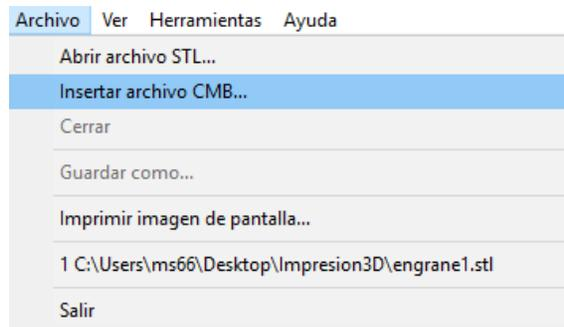

Figura 2.24 Insertar archivo *.cmb
- En la barra de tareas ir a: **Archivo** → **Insertar archivo CMB** (Figura 2.24)